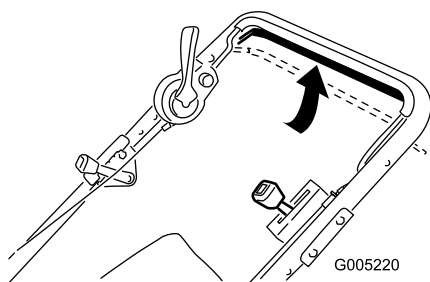

Figura 15
3. Apriete la barra de control de tracción contra el manillar (Figura 15).